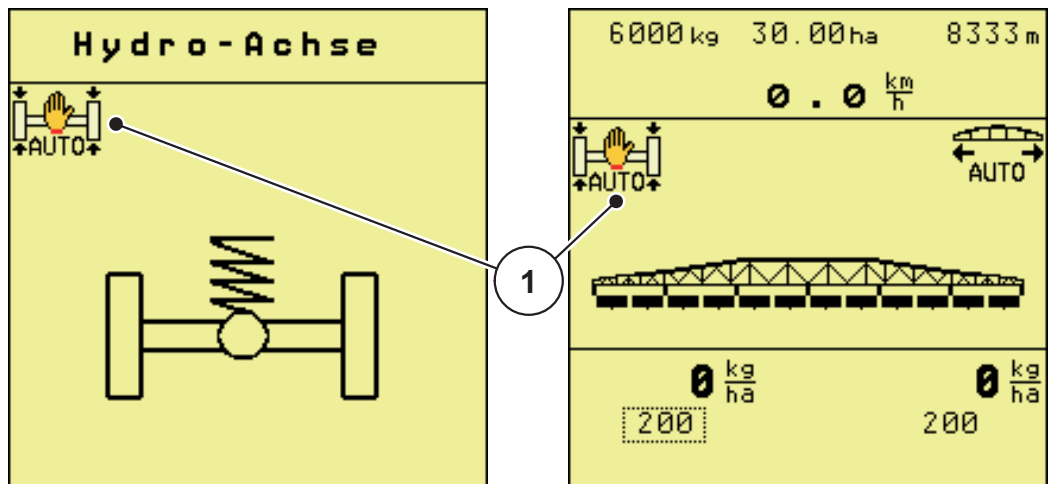

Bild 6.15: Automatische Federung aktiviert im Menü Hydro-Achse (links) und im Betriebsbild (rechts)
- ▶ Stellen Sie sicher, dass Zugmaschinenhydraulik und Bedieneinheit eingeschaltet sind. (siehe Bild 6.15).